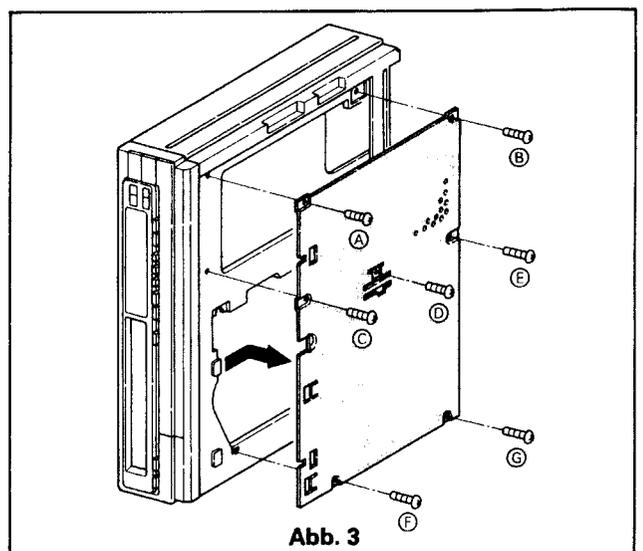

Abb. 3
1. Entfernen Sie die 7 Schrauben (A), (B), (C), (D), (E), (F) und (G) die die Bodenplatte befestigen, wie in Abb. 3.